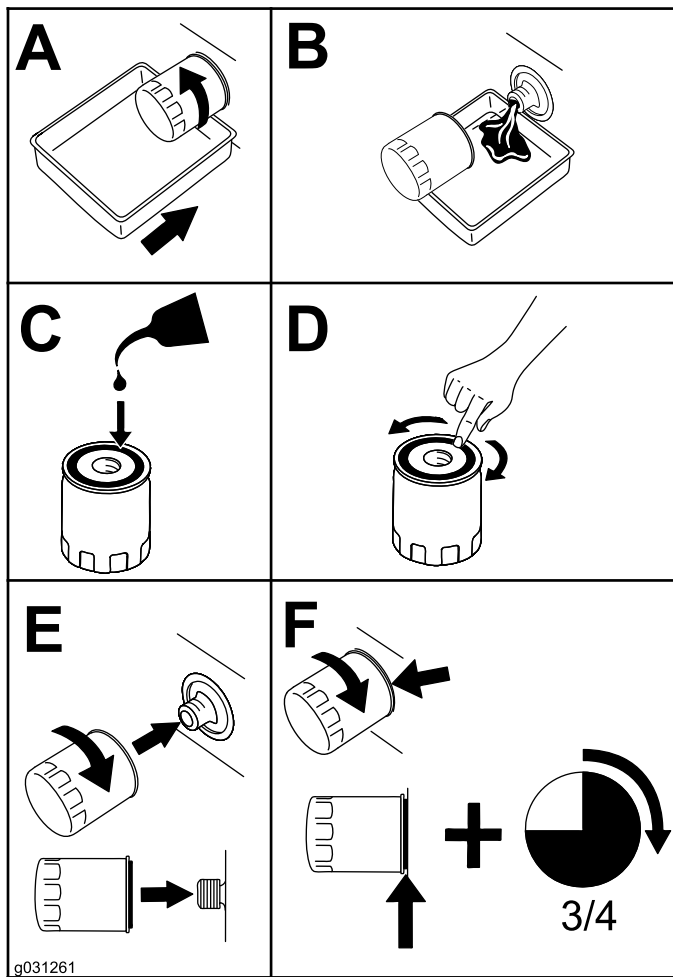

Figure 55
11. Remplacez le filtre à huile (Figure 55).